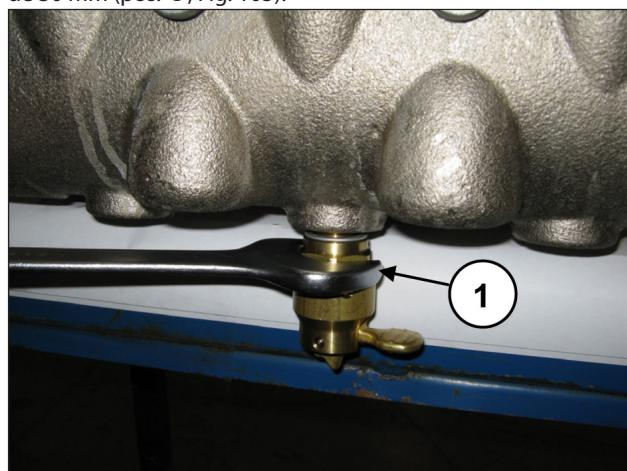

Fig. 105
Solte o dispositivo de abertura das válvulas mediante chave de 30 mm (pos. ①, Fig. 105).